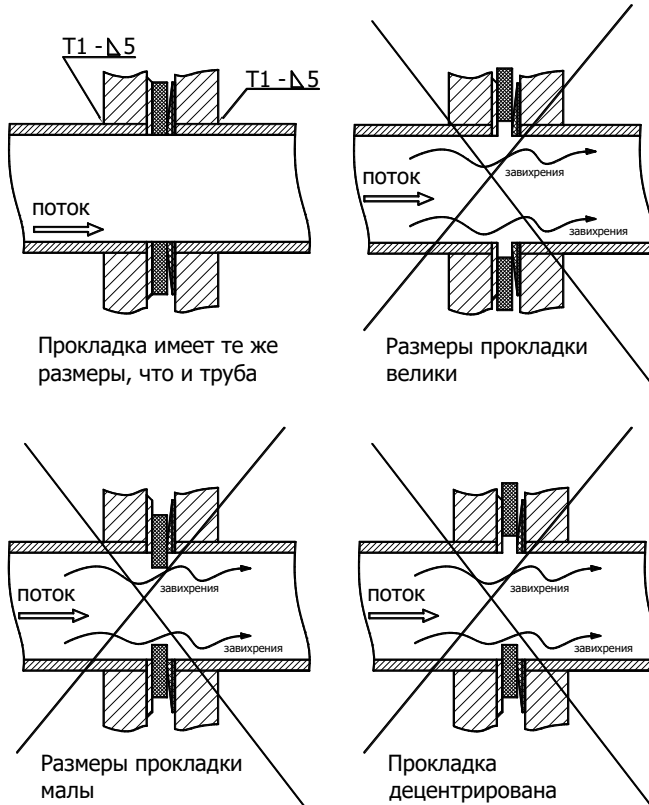

Рис. 6
4.3.7 Уложить между фланцами паронитовые прокладки, поставляемые в комплекте с теплосчётчиком (см. рис.6, рис. А.3).
4.3.10 Во избежание частичного перекрытия внутреннего сечения трубопровода необходимо обратить внимание на центровку паронитовых прокладок относительно трубопровода и ППР. Края прокладок не должны перекрывать сечение трубопровода (см. рис.6).